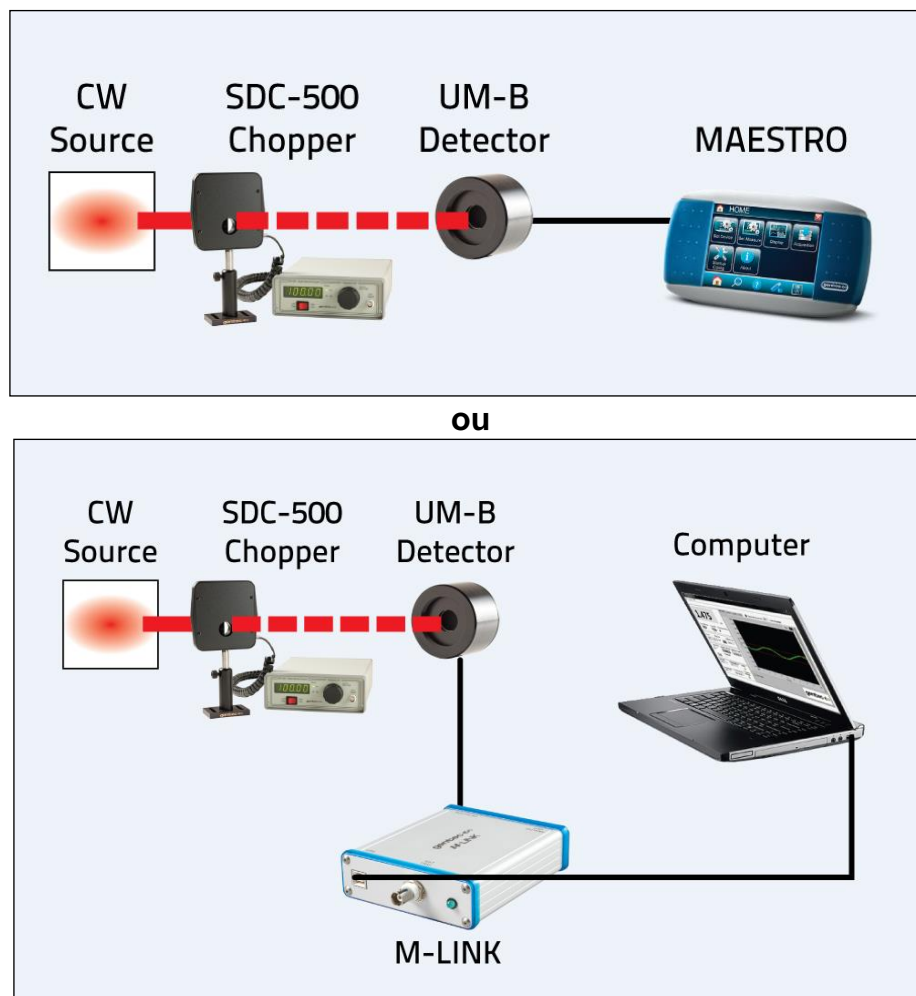

Fig. 2-1 Wattmètre UM-B avec moniteur
Fig. 2-1 Wattmètre UM-B avec moniteur .....	5
- 2- Connectez le wattmètre à un moniteur de puissance laser Gentec-EO compatible (voir la figure 2-1).